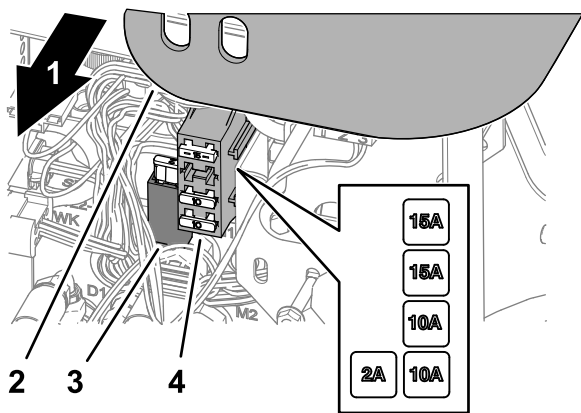

Figura 79
2. Sollevate la protezione dal braccio di comando (Figura 79).
3. Individuate il fusibile aperto nel portafusibile o nel portafusibili (Figura 79).
5. Montate la protezione sul braccio di comando (Figura 79).